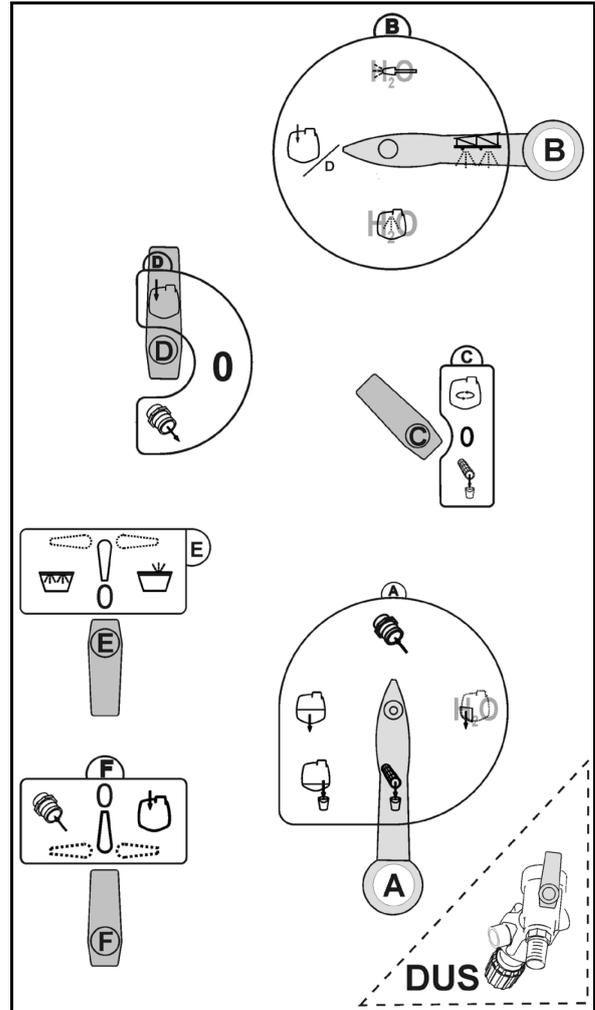

Fig. 15
5. Na área de controlo, coloque as torneiras de comando na posição indicada (Fig. 15):